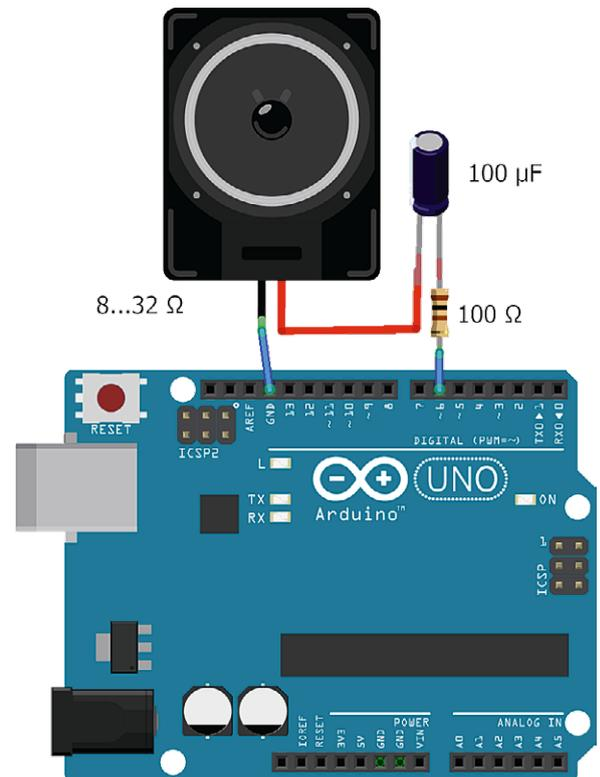

Bild 1: Einfache Audioausgabe mit dem Arduino
**Bild 1** zeigt den zugehörigen Schaltplan. Die gesamte Schaltung kann leicht auf einem kleinen Breadboard aufgebaut werden.